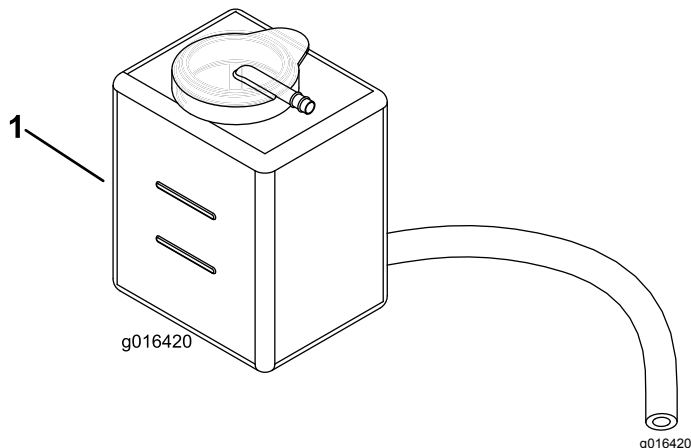

図 25
2. 冷却液の量を点検する 図 25。エンジンが冷えている状態で、補助タンク側面についている 2 本のマークの間にあれば適正である。